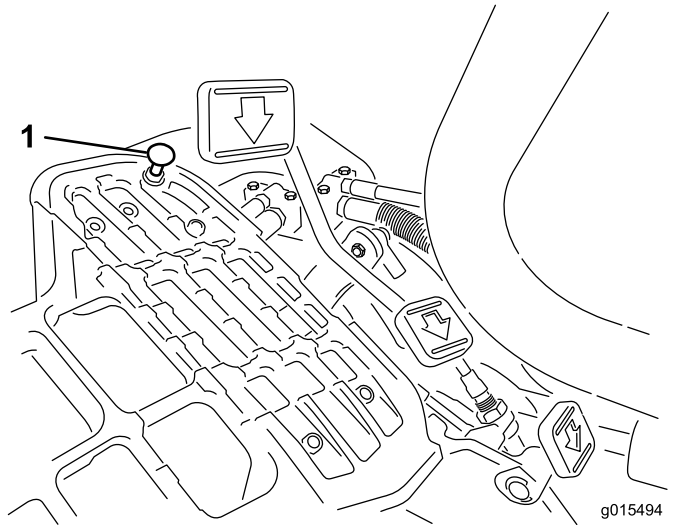

Bild 40
Stellen Sie den Funktionsschalthebel in die TRANSPORT-Stellung und treten Sie auf das Fahrpedal, um die maximale Transportgeschwindigkeit zu erreichen. Wenn das Pedal den Anschlag erreicht (Bild 40), bevor das Kabel gespannt ist, führen Sie folgende Einstellungsschritte aus:
1. Stellen Sie den Funktionsschalthebel in die TRANSPORT-Stellung, lösen Sie die Sicherungsmutter, mit der der Pedalanschlag an der Bodenplatte befestigt ist (Bild 40).